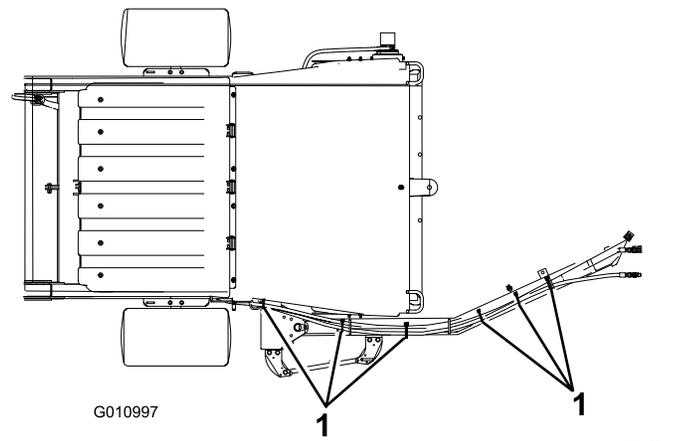
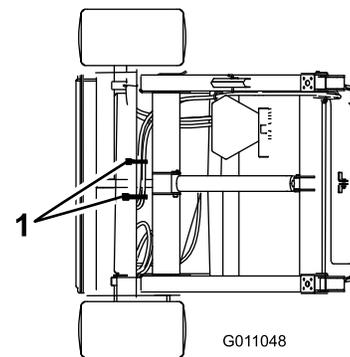

Bild 12
Bild 13
2. Befestigen Sie die Hydraulikschläuche und den Kabelbaum wie in Bild 12 und Bild 13 abgebildet.